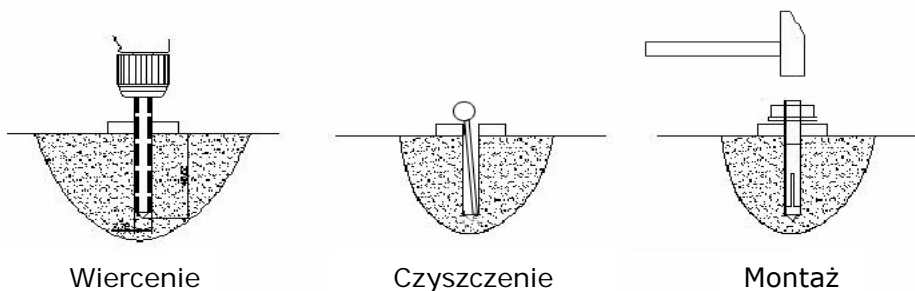

Fig. 14
2. Za pomocą wiertarki udarowej, nawiercić otwory i zamontować kotwy montażowe. Nie dokręcać kotw montażowych (patrz Fig. 14).